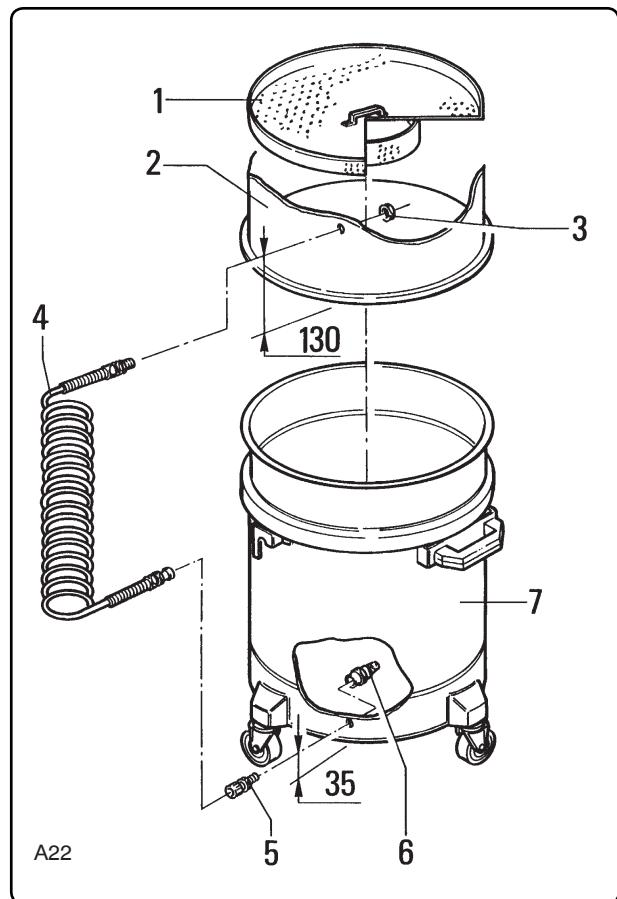

Fig. 6.4.3
**6.4.3 - Griglia e depresso (fig. 6.4.3)**
**6.4.3 - Plate and suction pipe (fig. 6.4.3)**
**6.4.3 - Grille et dépresseur (fig. 6.4.3)**
**6.4.3 - Gitter und Saugrohr (Abb. 6.4.3)**